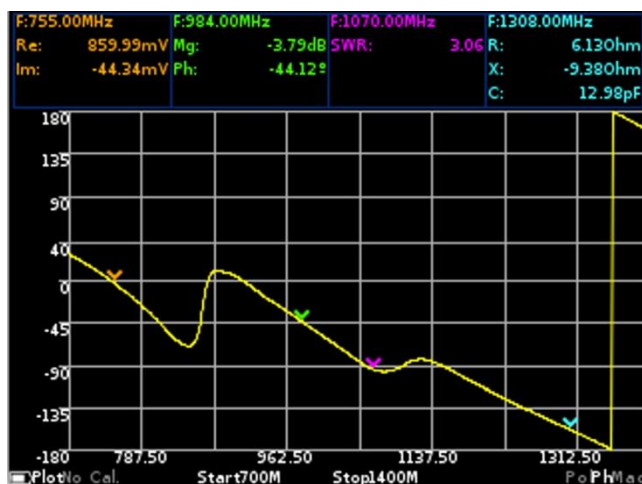

Рисунок 10.3 – График фазы
10.3.1. На графике фазы отображается зависимость фазы коэффициента отражения (КО) от частоты, приведённая к углам от -180 до 180 градусов (Рисунок 10.3). На экране прибора обозначается как **Ph**. Включение или выключение отображения данной диаграммы на экране, производится, как указано в п. 9.3.